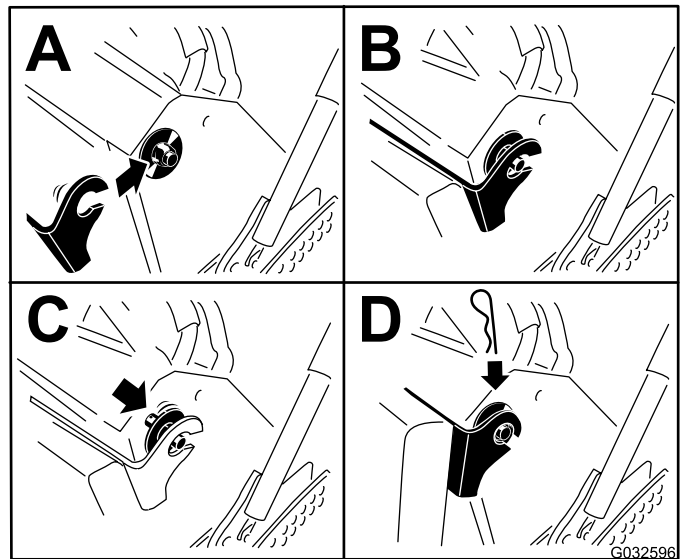

Bild 36
6. Heben Sie das Kissen an und schieben es an beiden Seiten der Maschine auf die Splints (**Bild 36**).
7. Schieben Sie die großen Scheiben mit den Kunststoffbüchsen in die Kissenhalterung und befestigen sie mit einem Splint (**Bild 36**).